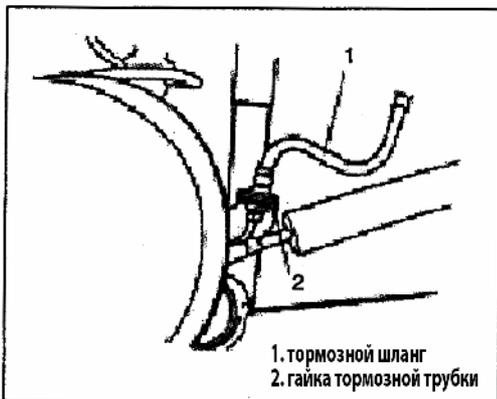

Рис. 588
11) Подсоедините тормозные шланги к корпусу моста и установите стопорные кольца (Рис. 588).